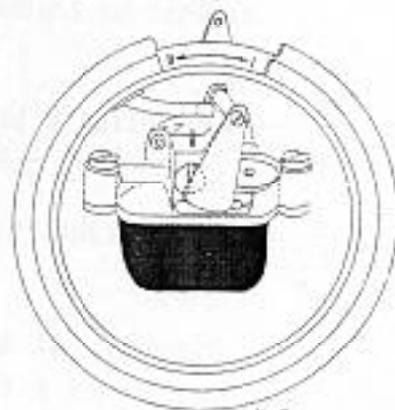

fig 2
- Si, à la suite de cette opération, le moteur a des ratés amener le levier en position intermédiaire (Fig. 2) le moins longtemps possible jusqu'à ce que le moteur ait un fonctionnement régulier.
MOTEUR CHAUD : (Fig. 2)